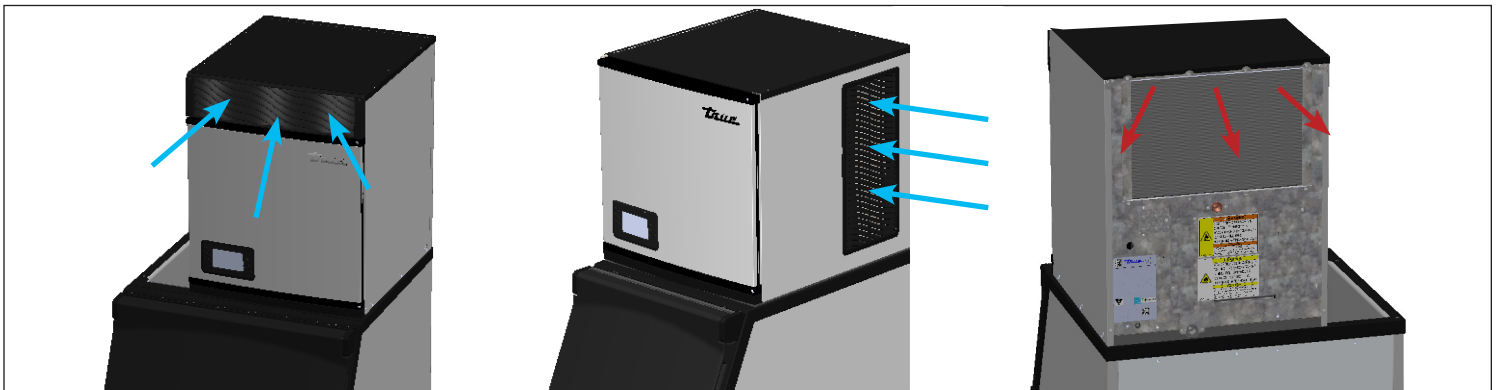

Fig. 2 L'aria scorre dentro attraverso la parte frontale e i lati ed esce dal retro.
- Questa macchina del ghiaccio aspira l'aria dalla parte frontale e dai lati e la rilascia dal retro. Si veda la Fig. 2. Questa macchina del ghiaccio inoltre periodicamente invertirà il moto della ventola per eliminare lo sporco dalla serpentina del condensatore.